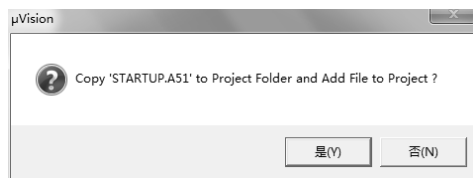
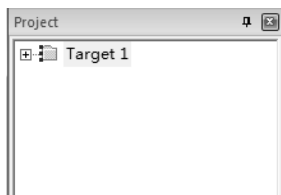
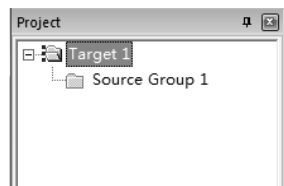
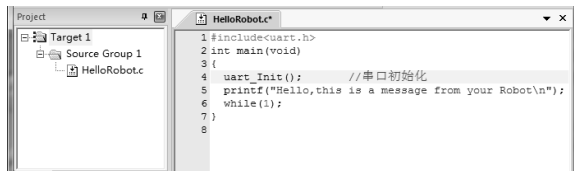

图 1-11 是否加载 8051 启动代码提示窗口
图 1-12 目标工程窗口
图 1-14 添加 C 语言文件到目标工程
图 1-15 添加了 C 语言源文件的目标工程窗口和 C 程序源文件窗口
(3) 这里要求选择项目芯片的类型。Keil μ Vision4 IDE 几乎支持所有的 51 核心单片机，并以列表的形式给出。本书使用的是 ATMEL 公司的 AT89S52，在 Keil μ Vision4 IDE 提供的数据库（Data base）列表中找到此款芯片，然后单击“OK”按钮，会出现如图 1-11 所示的窗口，询问是否加载 8051 启动代码，在这里我们选择“否”，不加载。（如果选择“是”，对你的程序没有任何影响。若你感兴趣，可选择“是”，看看编译器加载了哪些代码。）之后在界面左侧会出现如图 1-12 所示的目标工程窗口，此时就得到了目标项目文件 Target 1。
(1) 单击图 1-12 中的 “+” 号, 将打开如图 1-14 所示的列表。
(2) 右键单击 “Source Group 1”, 在出现的菜单中
（3）程序文件添加到项目文件后，这时图 1-14 中“Source Group 1”的前面将出现一个“+”号；单击它，将出现刚才添加的源文件名，如图 1-15 所示（注意，图中显示的文件名是刚才输入的文件名）。